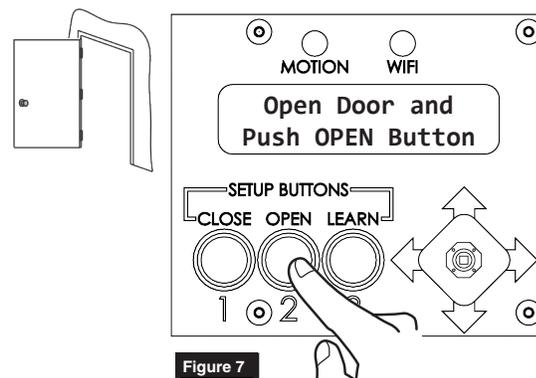

Figure 7
4. Appuyer et relâcher le bouton OUVRIR sur la console. Le voyant DEL VERT OUVERT clignotant devrait devenir fixe. Laissez la porte se fermer. (Figure 7)